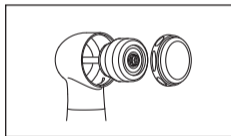

Fig. 37
- ➍ À l'aide de la fraise, retirez délicatement la cartouche entière de la tête (Fig. 37).